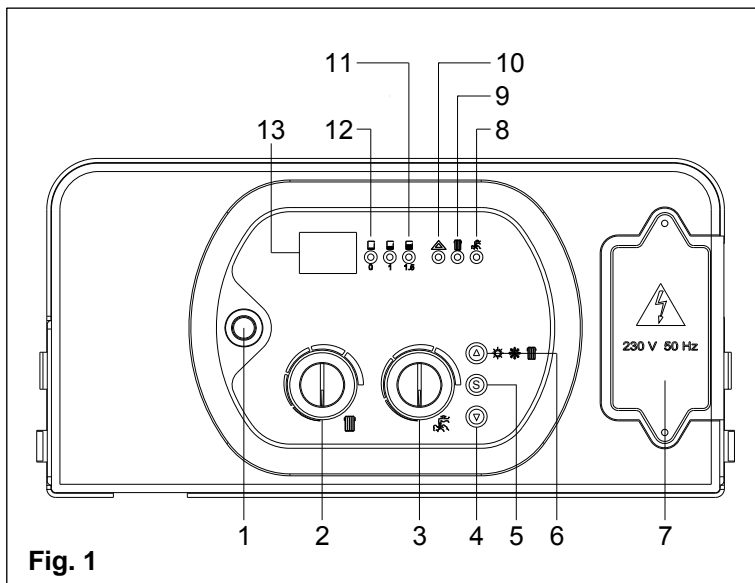
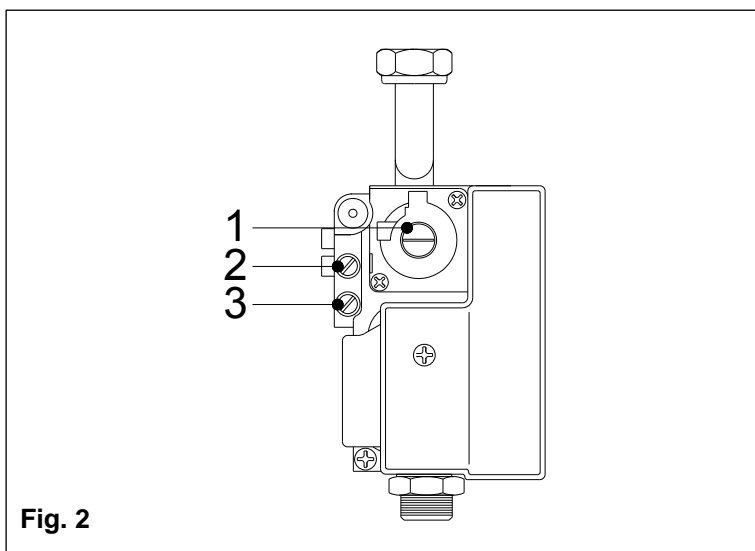

Fig. 1
Fig. 2
- posizionare l'interruttore **1** in posizione ON (fig. 1) dopo pochi secondi si avvierà il circolatore;
- posizionare tramite il pulsante **6** la funzione solo INVERNO. L'accensione dei led **9** (fig. 1) ne indica l'attivazione;
- il sistema di accensione automatico accenderà il bruciatore. Potrebbe essere necessario ripetere più volte l'operazione per eliminare l'aria nella tubazione. Per ripetere l'operazione di accensione, attendere circa tre minuti dall'ultimo tentativo di accensione prima di sbloccare nuovamente la caldaia, poi spegnere e accendere l'interruttore **1** (fig. 1) e quindi ripetere l'operazione;
- controllare la pressione dell'impianto; se questa fosse diminuita aprire di nuovo il rubinetto di carico fino a che la spia **11** (fig. 1) si accende ed il manometro segna 1 bar **e ad operazione terminata richiudere il rubinetto**;
- mettere l'interruttore 1 in posizione OFF (fig. 1), inserire un manometro nella presa di pressione **2** (fig. 2) accendere la caldaia e controllare i valori di pressione massima e minima di regolazione secondo i valori di riferimento riportati sulla targa gas (per controllare la pressione massima, aprire un rubinetto acqua calda sanitaria e verificare se la pressione massima è uguale a quella di targa; per controllare la minima, chiudere il rubinetto e mettere la caldaia in posizione inverno, il manometro visualizzerà la pressione minima per i primi 10 secondi; se la pressione massima non corrisponde a quella di targa, rifare la regolazione (vedi manuale di taratura);